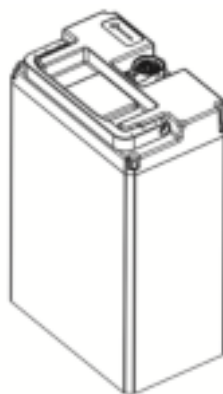

Figura 12. Ubicación del conector de carga en la batería
3. Extraiga la batería de forma vertical y desconéctela de la parte inferior, en la figura 12 puede observar la conexión inferior de la batería.
En la figura 12, puede observar la ubicación del conector de carga en la batería